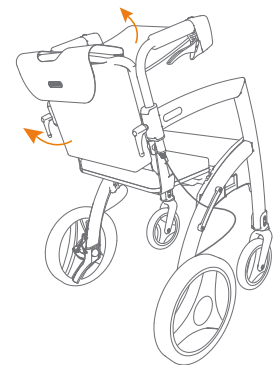
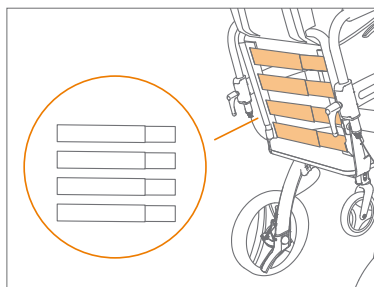

Abbildung 45: Deutlich sichtbare Einstellriemen
Abbildung 46: Vier verstellbare Riemen.
- Ziehen Sie die Tasche des Rollstuhlpakets und den Rückenlehnenbezug von unten nach oben (**Abbildung 45**). Die Einstellriemen sind nun deutlich sichtbar (**Abbildung 46**).